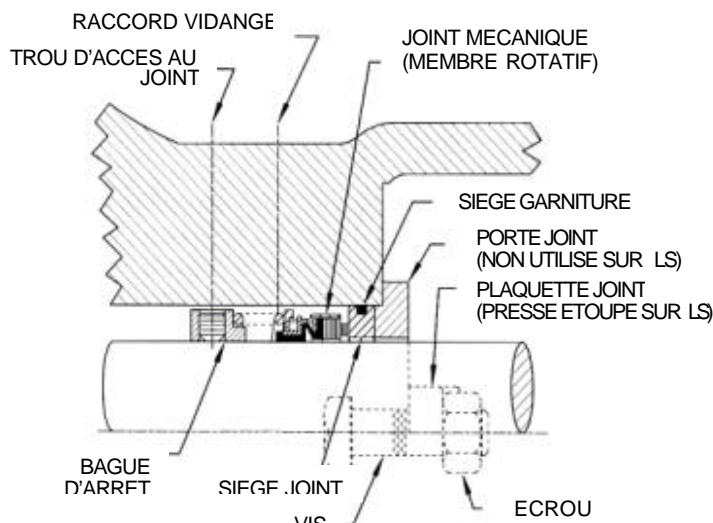

FIGURE 9
- 2.** Soufflets élastomères (Figure 9)
5. Déplacez le membre rotatif de sorte que les vis d'arrêt soient directement sous les trous d'accès au joint sur le côté du support (**Voir Figures 9 and 10**). Serrez soigneusement toutes les vis d'arrêt sur l'arbre.